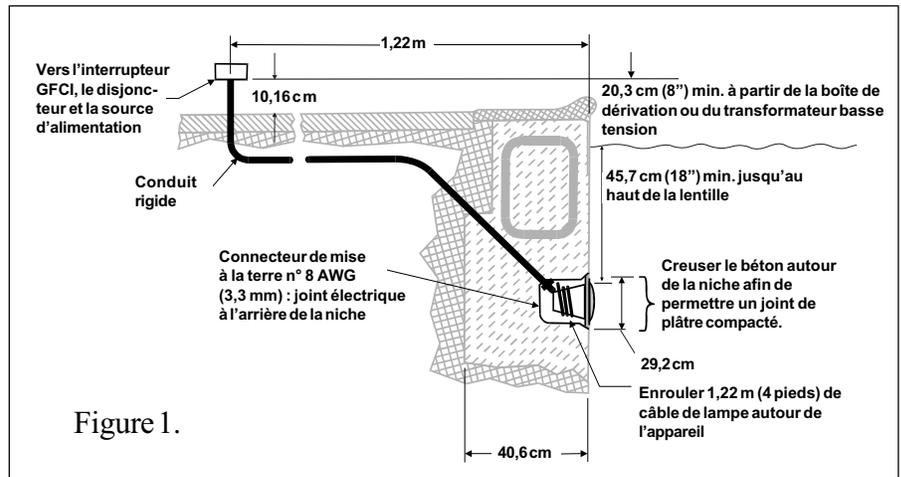

Figure 1.
A. Avant que l'appareil d'éclairage ne puisse être installé, l'électricien devra procéder aux préparatifs suivants (cf. figure 1 ci-dessous).
- b. La boîte de dérivation (ou, pour les modèles de 12 volts, le transformateur basse tension) est située à au moins 20,3 cm (8 pouces) au-dessus du niveau du sol et à au moins 1,22 m (48 pouces) du bord de la piscine (cf. figure 1 ci-dessous).
- d. La niche immergée est correctement installée de manière à ce que le bord supérieur de la lentille de la lampe soit à au moins 45,7 cm (18 pouces) au-dessus de la surface de l'eau dans la piscine (cf. figure 1 ci-dessous).
- e. La niche immergée comporte des joints électriques appropriés et est convenablement reliée à la terre au moyen du connecteur de terre n° 8 AWG (3,3 mm) situé à l'arrière de la niche (cf. figure 1).
1. Acheminer le cordon à travers le conduit jusqu'à la boîte de dérivation en laissant au moins 1,22 m (4 pieds) à enrouler autour de la lampe au niveau de l'appareil d'éclairage (cf. figure 1). Ce mètre vingt-deux permet de procéder au remplacement de la lampe une fois la piscine remplie d'eau.
- d. La niche immergée est correctement installée de manière à ce que le bord supérieur de la lentille de la lampe soit à au moins 45,7 cm (18 pouces) au-dessous de la surface de l'eau dans la piscine (cf. figure 1 ci-dessous).